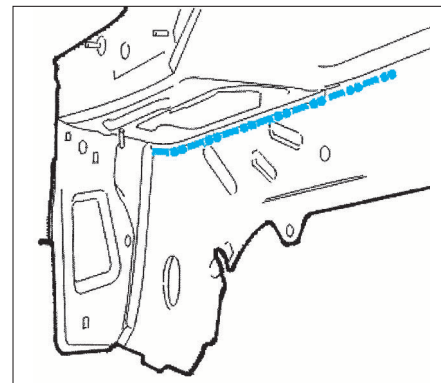

FIG. 17
- Meuler les points de soudure électrique (Fig.17).